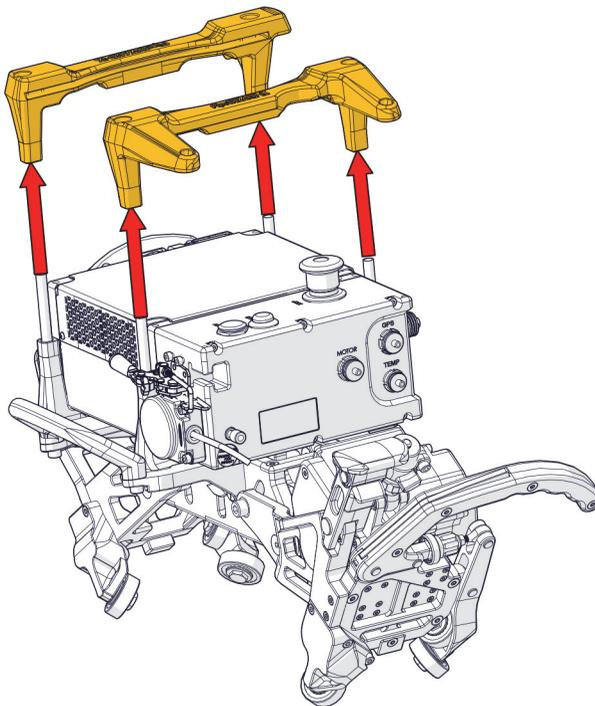

Figure 2-2 Retrait des pare-chocs
2. Retirez les pare-chocs de l'unité d'acquisition (Figure 2-2 à la page 92).